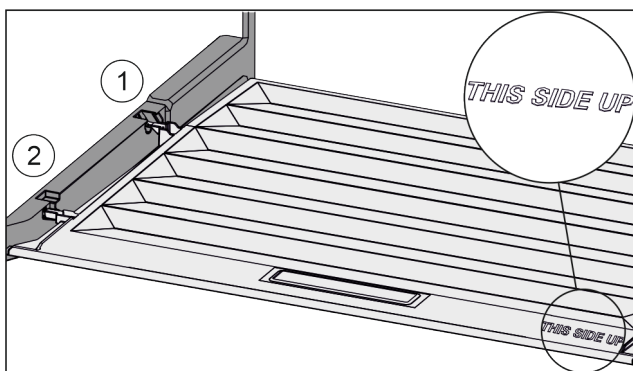

Fig. 95
- ▶ Ramiona pokrywy wprowadzić ponad otworem tylnego uchwytu Fig. 95 (1) i zazębić z przodu w uchwycie Fig. 95 (2).